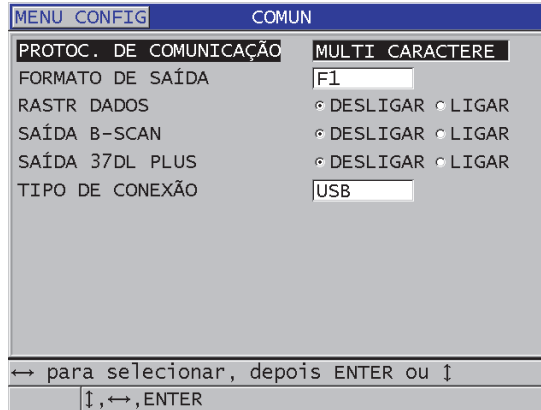

Figura 9-3 Alterando os parâmetros de comunicação
3. Na tela **COMUN** (veja Figura 9-3 na página 146):